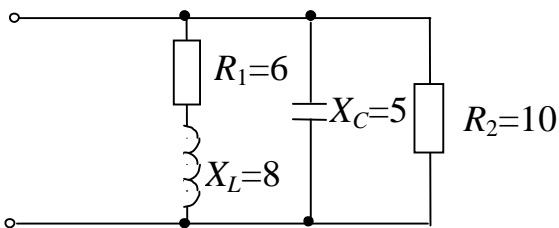

Рис. 5.1
**Задача 5.1.** Определить полную проводимость цепи. Параметры элементов указаны на схеме в Ом (рис. 5.1).